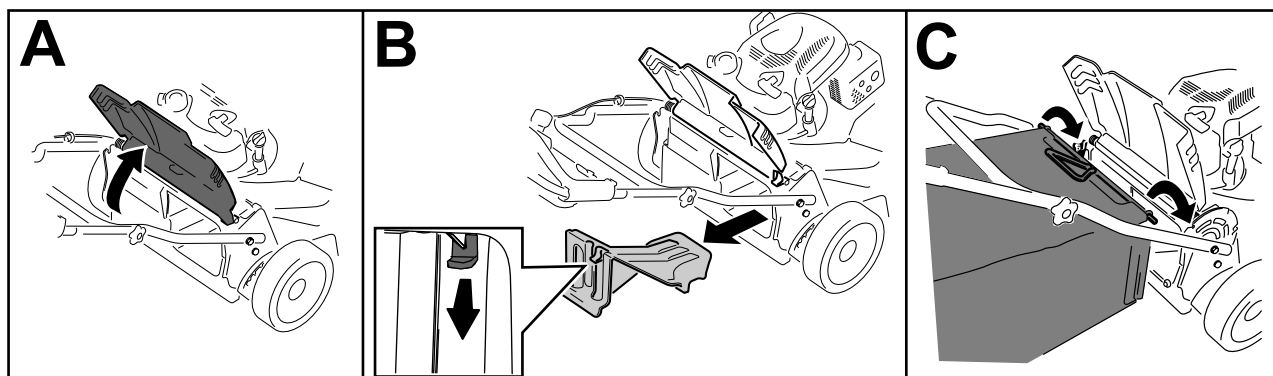

Рисунок 24
1. Поднимите и удерживайте в поднятом положении задний отражатель (вид А на Рисунок 24).
2. Снимите заднюю выпускную заглушку, нажав на защелку большим пальцем и вытянув заглушку из машины (вид В на Рисунок 24).
3. Вставьте штангу травосборника в выемки в основании рукоятки и покачайте травосборник вперед-назад, чтобы убедиться в том, что штанга находится в нижней части обеих выемок (вид С на Рисунок 24).